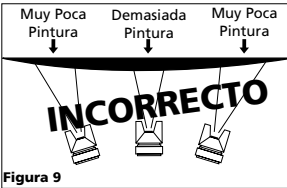

Figura 9
- Mantenga la boquilla de 15,2-22,9cm de la superficie que va a pintar todo el tiempo y siempre mantenga la pistola en movimiento mientras esté rociando. Si para de moverla la pintura se acumulará y se chorreará. No mueva la pistola de un lado a otro como un abanico. Este tipo de movimiento crea depósitos de pintura que se concentran en el centro del área cubierta y aplica muy poca pintura en los bordes (Vea la Figura 9).